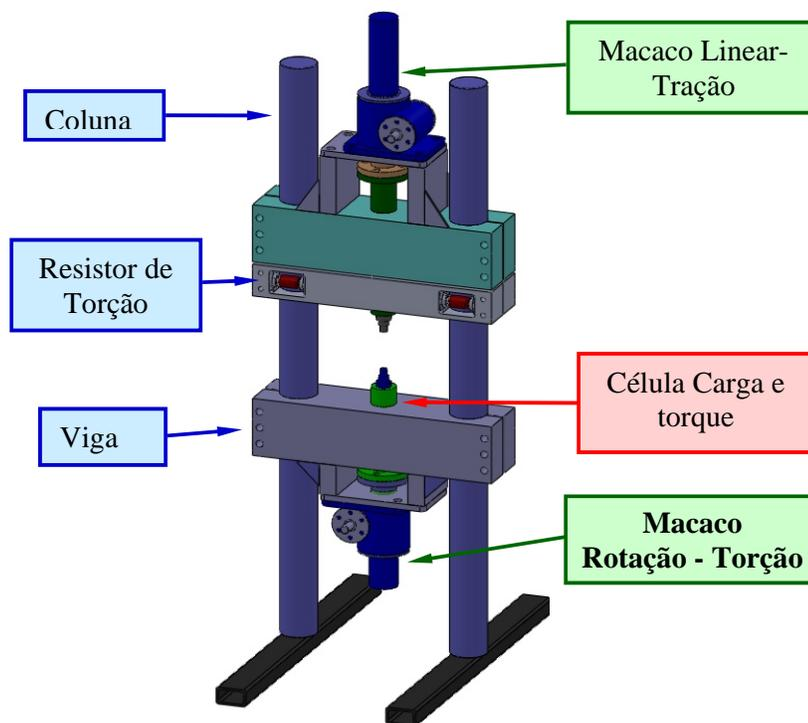

Figura 4.1 Modelo Inicial da Máquina Tração Torção
- A estrutura da máquina MTT é constituída principalmente de duas vigas, um resistor de torque e duas colunas, como se apresenta na Figura 4.1.
O projeto original da MTT, apresentado na Figura 4.1, foi modificado para um modelo simplificado, devido que a usinagem dos componentes do desenho original da MTT requeria uma oficina mecânica especializada para peças de grandes comprimentos. Além disso, as limitações nos recursos para o projeto, elevados custos de usinagem, despesas em motores e no desenvolvimento dos transdutores, motivaram a implementação de um modelo simplificado da MTT.